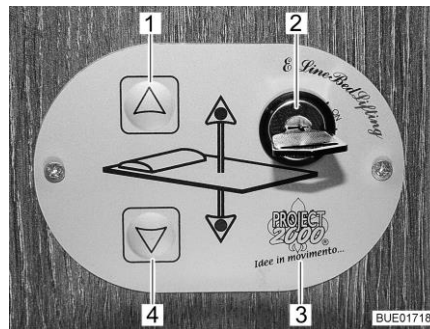

Fig. 137 Elemento di regolazione
È possibile abbassare o alzare il letto basculante tramite i tasti (Fig. 137,1 e 4) presenti sull'elemento di regolazione (Fig. 137,3). L'elemento di regolazione viene bloccato tramite l'interruttore a chiave (Fig. 137,2) per evitarne l'utilizzo accidentale.
- Ruotare la chiave dell'interruttore a chiave (Fig. 137,2) di 90° in senso orario, fino a raggiungere la posizione "On". L'elemento di regolazione (Fig. 137,3) è attivato.
- Premere il tasto freccia (Fig. 137,4) e tenerlo premuto fino a quando il letto basculante raggiunge la posizione desiderata in basso.
- Premere il tasto freccia (Fig. 137,1) e tenerlo premuto fino a quando il letto basculante raggiunge la posizione finale in alto.
Se non si riesce più a spostare il letto basculante con i tasti freccia (Fig. 137,1 e 4), controllare per prima cosa i fusibili (vedi paragrafo 9.11.1). Se i fusibili sono a posto e ciononostante non si riesce a spostare il letto basculante, è possibile muoverlo manualmente.